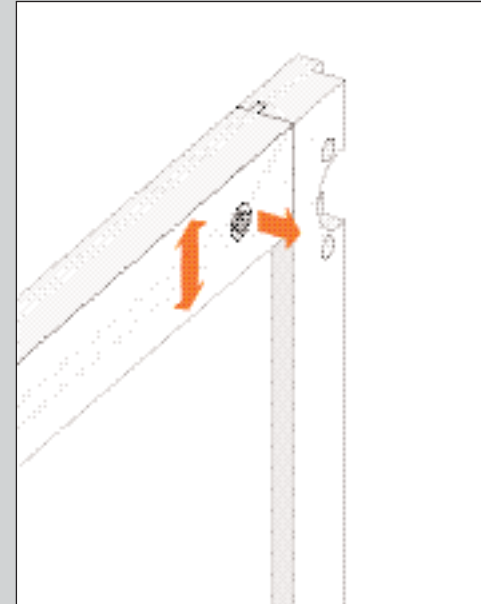

ABBILDUNG 16
1. Lockern Sie die Verbinder ein wenig (siehe Abb. 16).